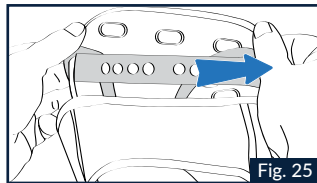

Fig. 25
1.3 Répéter les opérations des points 1.1 et 1.2 avec le bouton rond arrière situé sous la mousse (Fig.25). En approchant les deux boutons de réglage de la coiffe l'un de l'autre, le casque se place graduellement plus haut sur la tête.